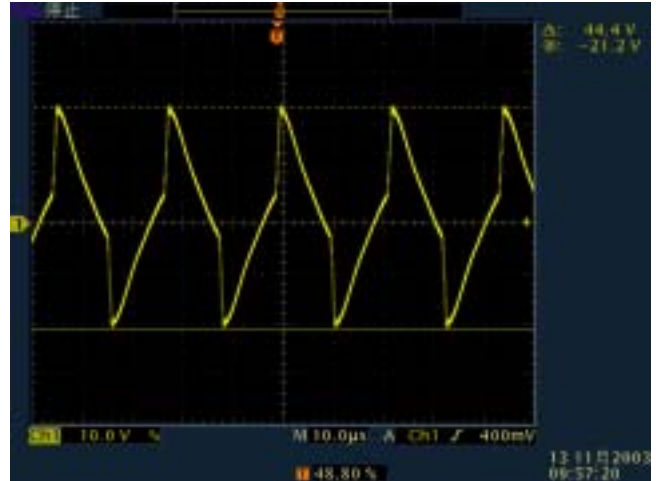

图 8 谐振电感次级的感应电压
- 调整馈电电压。首先断开镇流器的馈电回路（T4、T5 的副边经 D17、D18、R18 到 BL8301 的供电回路）并准备用示波器观测 T4 副边电压，然后将芯片的 VCC 端接 +15V 直流电源正端，GND 端接直流电源和交流电源负端（共地）。同时开启交流电源和直流电源，可以看到荧光灯将预热后点亮，观测荧光灯正常工作 T4 的副边电压（如图 8），调整谐振电感 T4、T5 的次级匝数使两个电感次级的感应电压峰值都在 20V 左右。调整完毕后去掉直流电源，恢复镇流器的馈电回路。